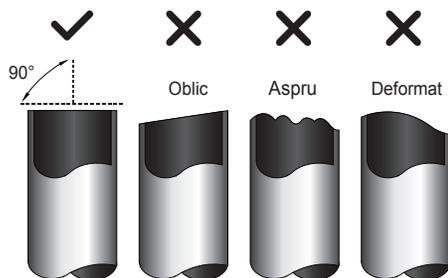

Fig. 7.2
1. Asigurati-va ca teava este taiata la un unghi de 90°. A se vedea Fig. 7.2 pentru exemple de taieri defectuase